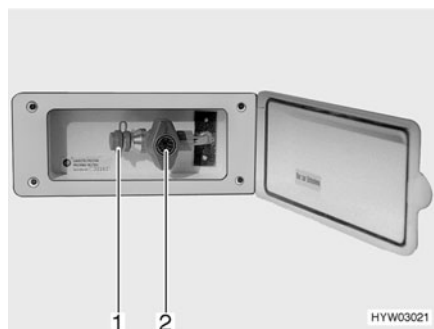

Fig. 131 Raccordement externe de gaz avec robinet d'arrêt de gaz fermé
Le raccordement externe de gaz (Fig. 131) se trouve, selon les modèles, à l'arrière ou sur le côté gauche ou droit du véhicule.
- Raccorder l'appareil à gaz externe sur le raccord (Fig. 131,1).
- Ouvrir le robinet d'arrêt de gaz (Fig. 131,2).